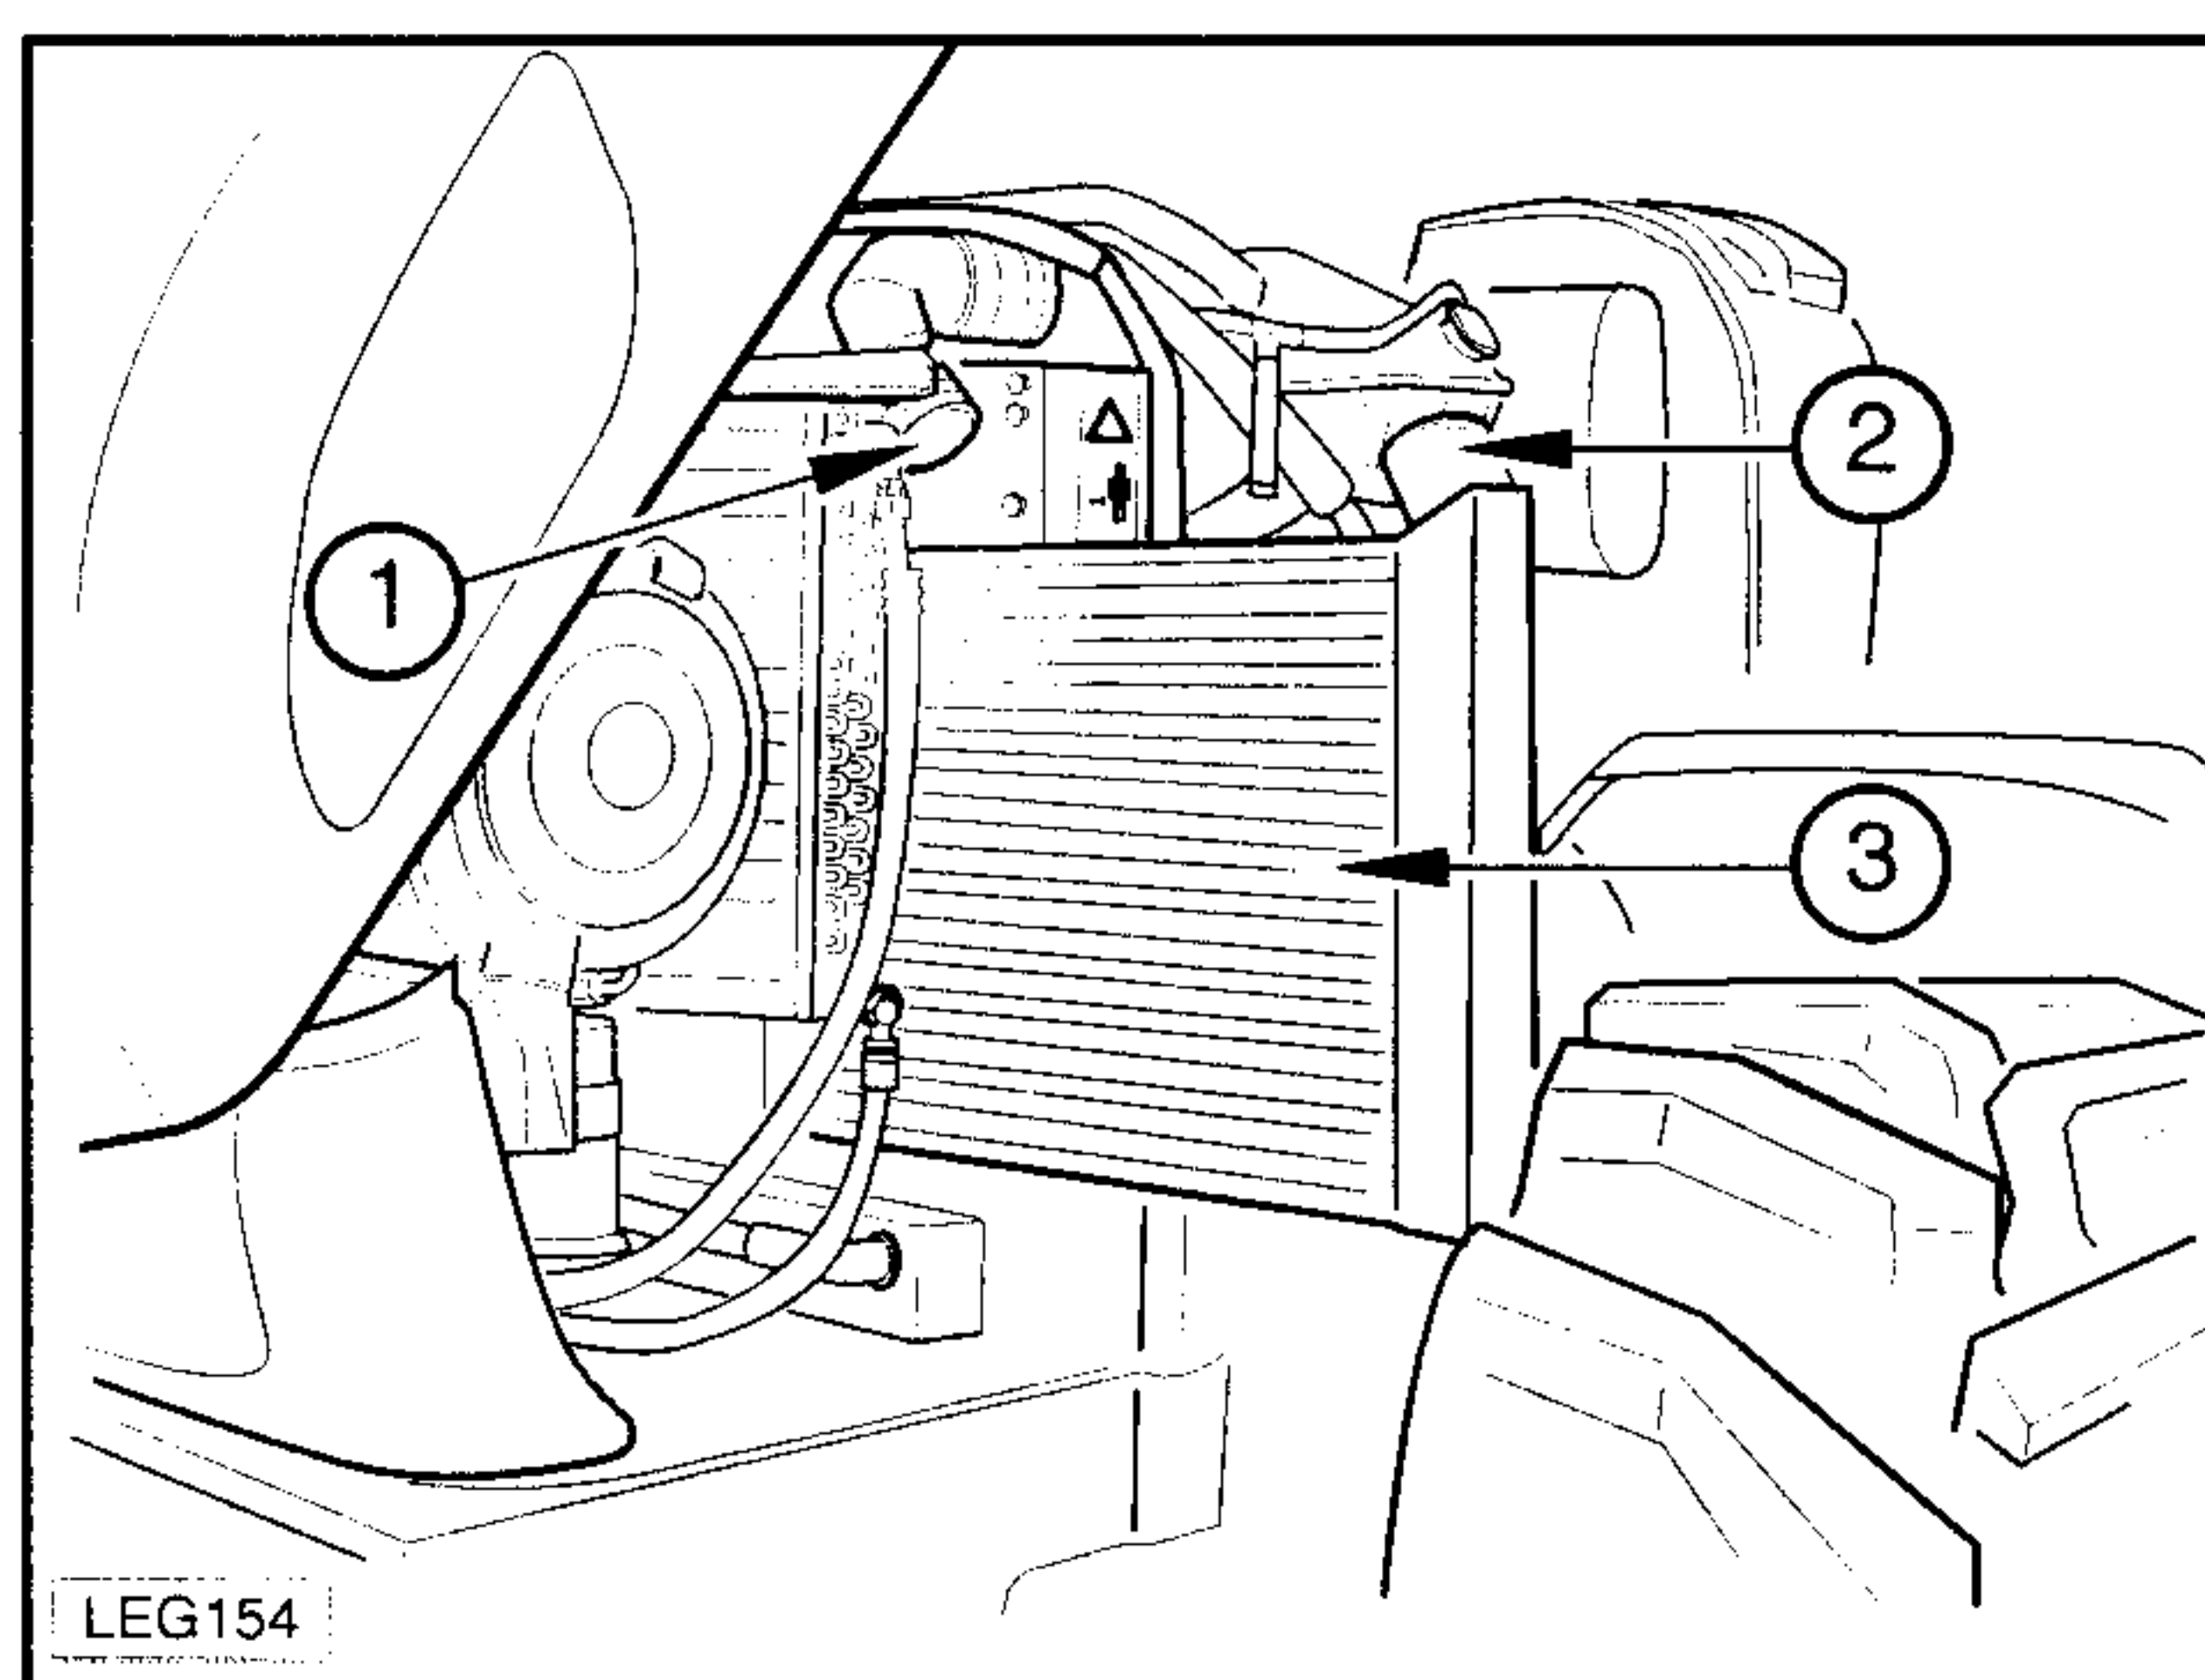

Fig.5-16
- 2 - Aflojar el bloqueo (5 - Fig.5-16).
- 3 - Quitar los tornillos 3 y 4 (Fig.5-16).
- 4 - Aflojar la brida 1 en el manguito 2 del tubo aire motor (Fig. 5-16).
- 5 - Desconectar el manguito 2 del intercooler (3 - Fig. 5-16) y proteger el orificio (1) en el manguito y el orificio (2) en el intercooler para evitar el ingreso de polvo y cuerpos extraños (Fig. 5-16).
- 8 - Efectuar en orden inverso las operaciones 1 a 7. Quitar las protecciones usadas para proteger los orificios de los manguitos (1 - Fig.5-16) y del intercooler (2 - Fig. 5-16).